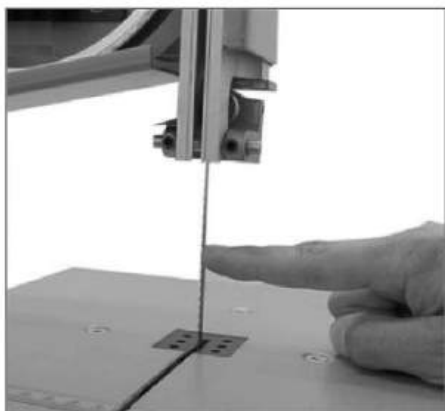

Рис. 13
- Проверьте натяжение, нажав пальцем посередине между столом и верхней направляющей на боковую поверхность пильного полотна (полотно должно прогнуться не более чем на 1-2 мм) (рис. 13).